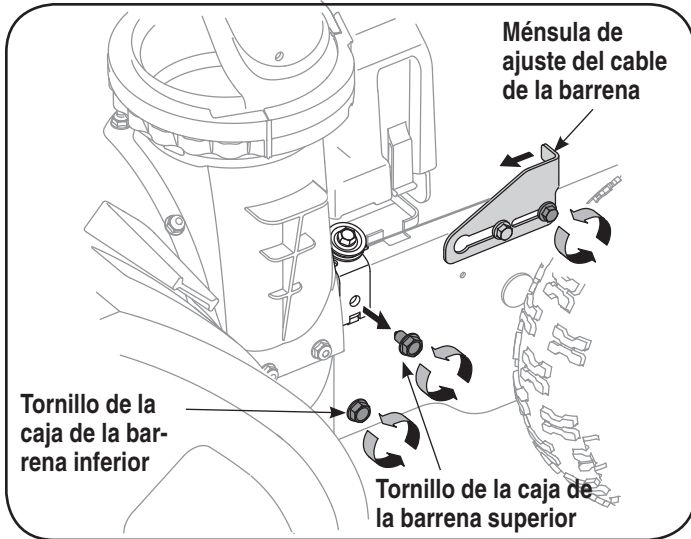

Figura 12
1. Afloje la tuerca hexagonal posterior en el soporte de ajuste del cable. Vea la figura 12.
1. Afloje el tornillo posterior en la ménsula de ajuste del cable de la barrena utilizando una llave de  $\frac{3}{8}$ " y deslice el soporte completamente hacia adelante para lograr el máximo juego en el cable de la barrena. Vea la figura 12.
3. Afloje el tornillo de la caja de la barrena inferior de cada lado un (1) giro completo utilizando una llave de  $\frac{1}{2}$ ". Vea la figura 12.